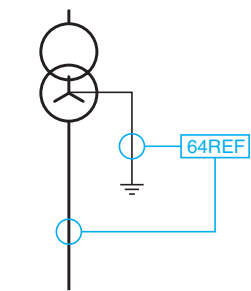

Рис. 5. Дифференциальная защита от замыканий на землю
■ с помощью дифференциальной защиты от замыканий на землю (ANSI 64REF), если заземление нейтрали сети со стороны потребителя осуществляется на уровне трансформатора (рис. 5).